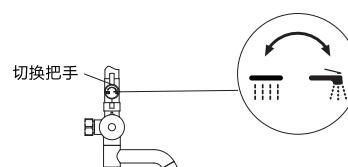

图2
a) 当切换把手竖直时,顶喷花洒出水,参考图2。
b) 当切换把手朝向“↑”转动时可切换成喷枪出水,参考图2。